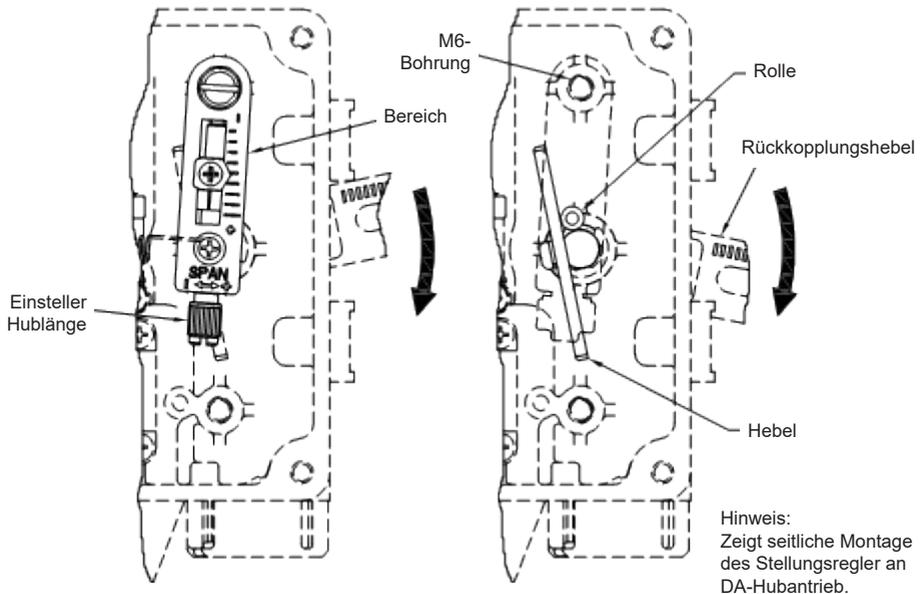

Abb. 15 Montage Hebel (in obere M6-Bohrung)
1. Seitliche Montage - Montieren Sie den Hebel in die obere M6-Bohrung, siehe Abb.15 wenn bei Druckausfall die Antriebsspindel nach unten fährt (Antrieb DA).
Mittige Montage - Montieren Sie den Hebel in die obere M6-Bohrung, siehe Abb.15 wenn bei Druckausfall die Antriebsspindel nach oben fährt (Antrieb RA).